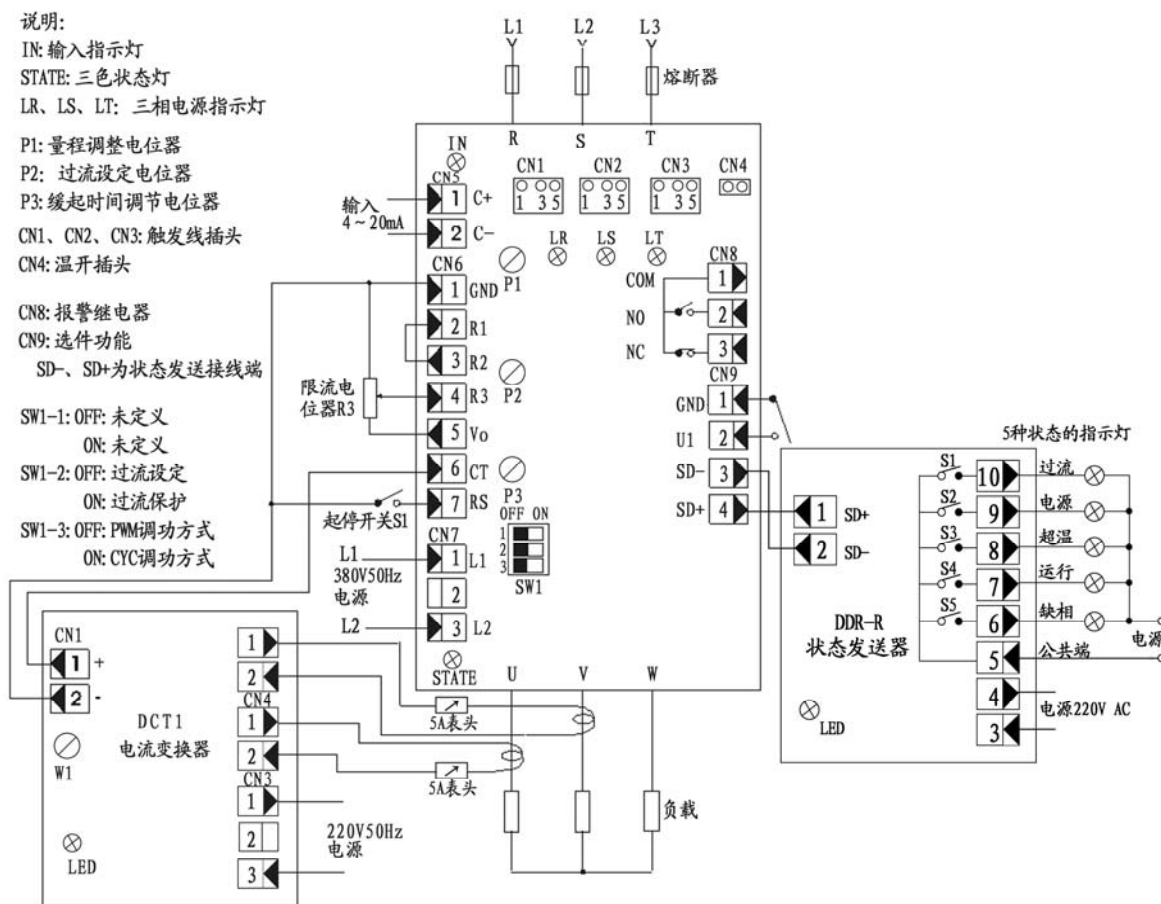

图 2-1-4 星型中心不接地负载自动方式接线图、控制板端子位置图、选件 DCT1、选件 DDR-R 接线图
- ⑦ CN9 端子为功能选件。若需要调功调压一体化功能或者状态发送功能，都必须带 CN9 端子（订货时声明）。
- ⑧ 设备调试时可以按照图 2-1-4 接线，调试时图中负载最好用 100 瓦~200 瓦灯泡做为假负载。
- ⑨ 侧壁接线盒端子图：（图 2-1-4 中 CN8、CN9 端子引至侧壁接线盒，用户使用，需从侧壁接线盒接线）。